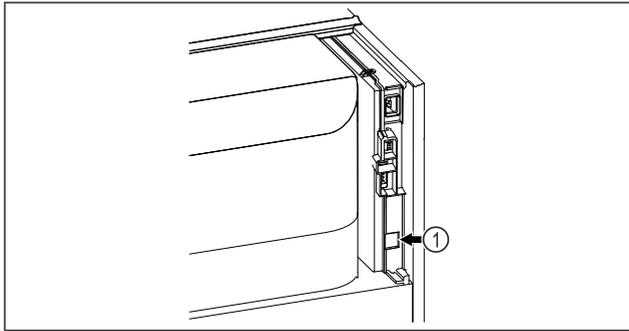

Fig. 183
- Le SmartModule Fig. 183 (1) est installé.